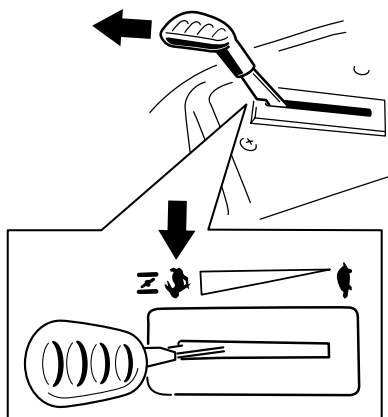

Figura 20
**Nota:** Inserite sempre le lame con l'acceleratore in posizione di MASSIMA (Figura 20).